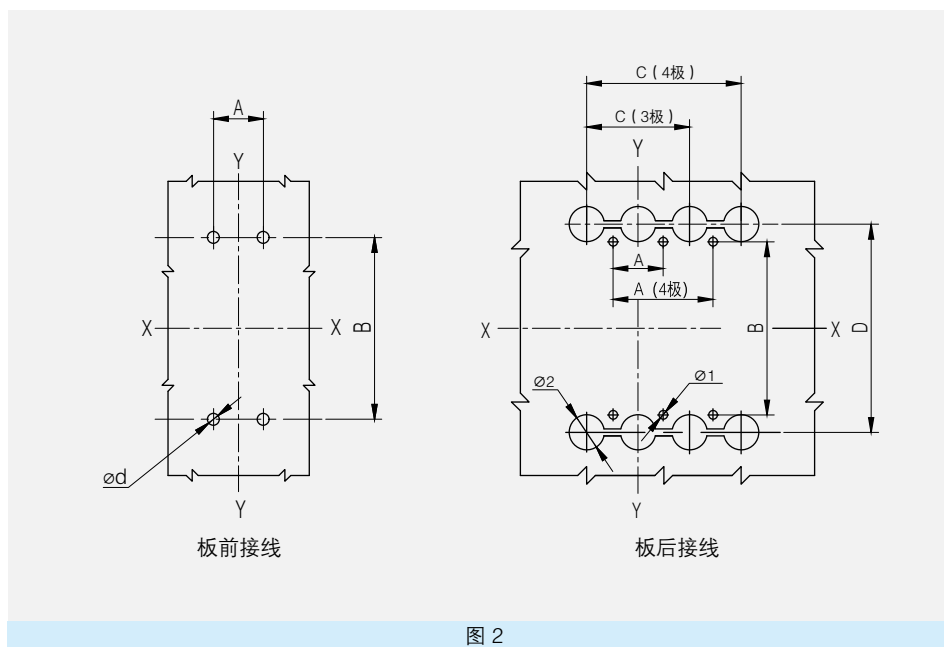

图 2
5.2 固定式断路器安装板的开孔尺寸见 图2 和表6。(X-X,Y-Y为三极断路器的中心)